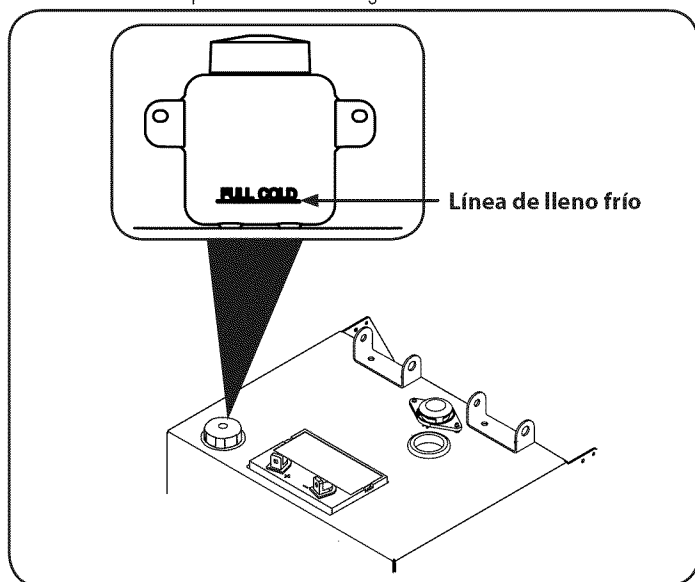

Figura 29
1. Rote el asiento del operador hacia delante y limpie la tapa del depósito y el área que la rodea para evitar que el aceite de transmisión se contamine con partículas. Vea la Figura 29.
2. Gire la tapa del depósito en sentido contrario al de las agujas del reloj para retirarla, luego controle el nivel de aceite del depósito. El aceite debe ser visible en la base de la cubeta, pero el nivel del mismo NO debe estar por encima de la línea de "LLENO FRÍO". Vea la Figura 29. NO LLENE EL DEPÓSITO EN EXCESO.
La batería debe guardarse con carga completa. Una batería descargada se puede congelar más pronto que una batería cargada. Una batería con carga completa se guarda por más tiempo en temperaturas frías que en temperaturas altas. Consulte la Figura 29.